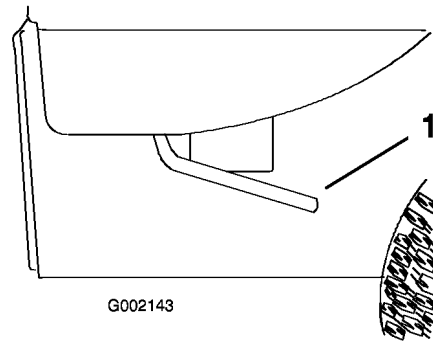

Bild 23
1. Heben Sie den Hebel an beiden Seiten der Ladepritsche an und heben Sie die Ladepritsche an (Bild 23).